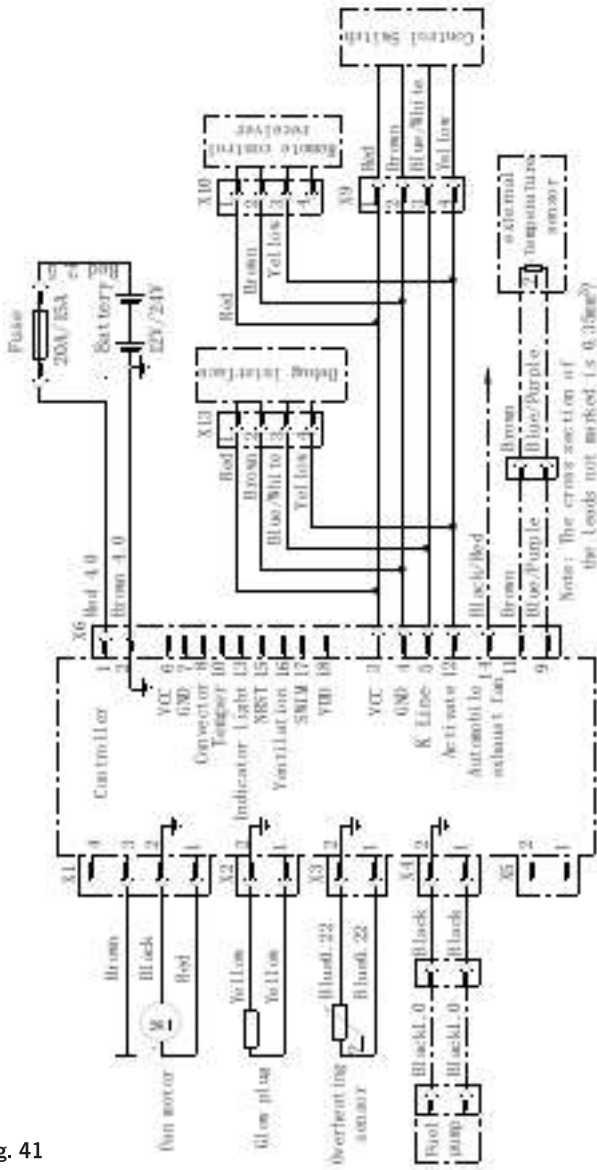

Fig. 41
- Ledningsdiagrammerne for varmelegemet er vist i fig. 41 (side 52) og i fig. 42 (side 53).